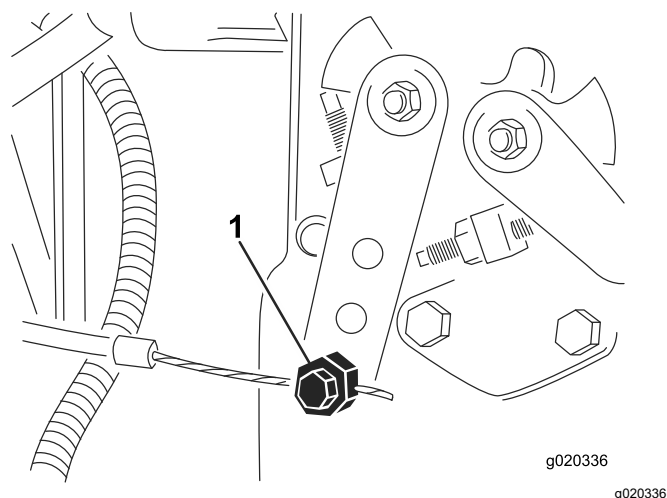

Figura 78
3. Afloje el conector del cable del acelerador en la palanca de la bomba de inyección (Figura 78).